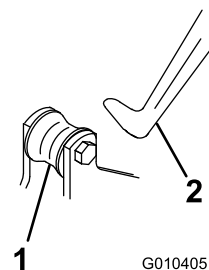

Figura 4
2. Quando viene attaccato il rullo di sollevamento all'apposito braccio inserite l'unità tri-roller sotto il telaio di traino della trattrice (Figura 4).